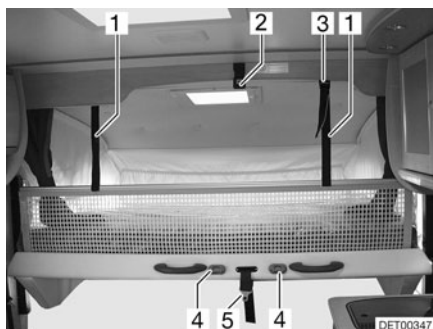

Fig. 90 Cama elevada
- Soltar el cinturón de retención (Fig. 90,5) del techo (Fig. 90,2).
- Asegurar la cama elevada con el cinturón de retención (Fig. 90,5) al techo (Fig. 90,2).
- Enganchar la escalera de ascenso a las grapas (Fig. 90,4) de la cama elevada con los dos ganchos.
- Engatillar las cintas de sujeción (Fig. 90,1) en los soportes (Fig. 90,3) en el techo.